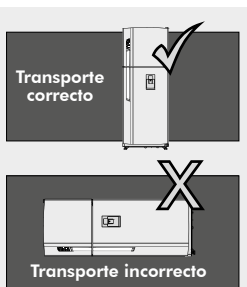

Figura 1
- Transportar su refrigerador en posición vertical, nunca en forma horizontal, ya que el aceite del compresor puede obstruir el circuito de gas (Ver figura 1).